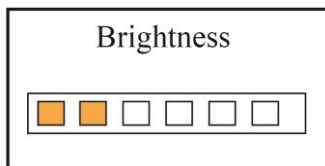

Abbildung 4.10A Einstellung der Helligkeit
- **Helligkeit:** Zum Einstellen der Helligkeit der Hintergrundbeleuchtung, optional in 6 Stufen, ist die Werkseinstellung Stufe 3, wie in Abbildung 4.10A dargestellt.